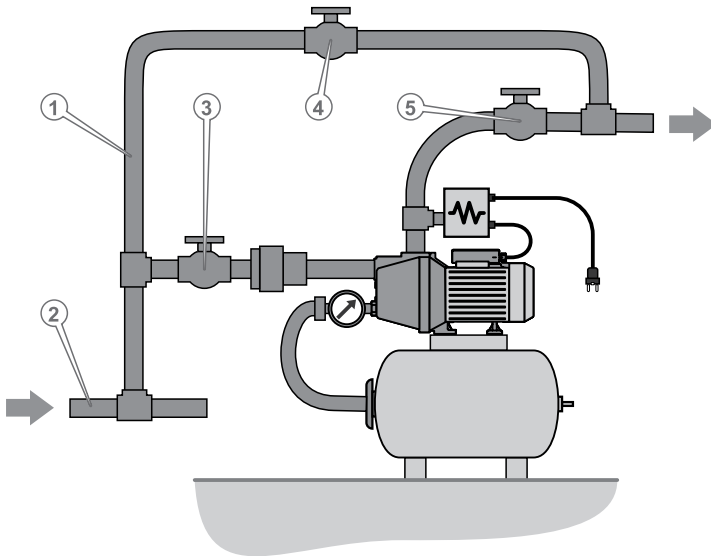

Рисунок 14. Схема монтажу насосної станції в діючу систему централізованого водопостачання для підвищення тиску.
1. Змонтувати насосну станцію в активну систему водопостачання (2, рис. 14).
2. Змонтувати обхідну гілку водопроводу – байпас (1, рис. 14), що дає змогу в разі виходу з ладу насосної станції пустити воду в обхід насосної станції (рис. 14). Байпас має бути оснащений окремим запірним краном (4, рис. 14), який перебуває в закритому стані під час роботи насосної станції.
У разі аварійної зупинки насосної станції її вхідний (3, рис. 14) та вихідний (5, рис. 14) запірні крани закриваються, а запірний кран (4, рис. 14) байпаса відкривається, забезпечуючи функціонування системи водопостачання, оминаючи насосну станцію.
5. Відкрити запірні крани (3, 5, рис. 14) на вхідному та вихідному трубопроводах насосної станції.